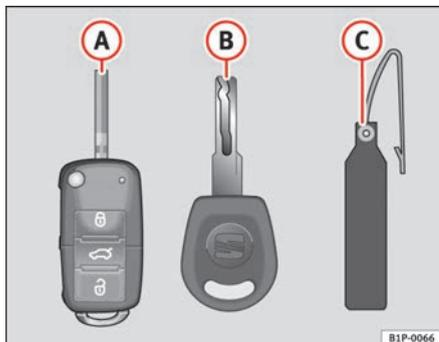

Fig. 54 Juego de llaves
- una llave con mando a distancia ⇒ fig. 54 **A** con espadín desplegado*,
Sólo es posible hacer duplicados con el número de la llave del llavero de plástico ⇒ fig. 54 **B**. Por este motivo: